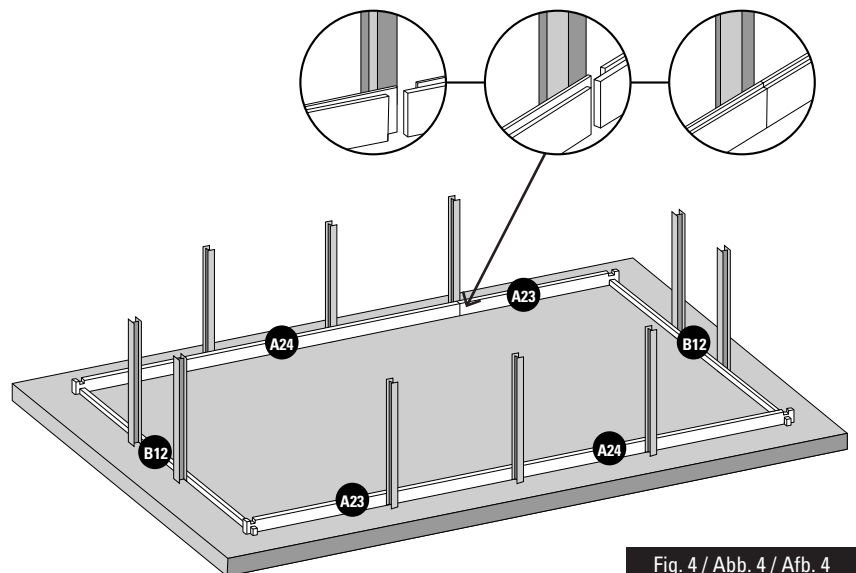

Fig. 4 / Abb. 4 / Afb. 4
**INSTALLATION OF THE FIRST LAYER OF BOARDS:** • Build the first layer placing boards (A23), (A24) and (B12) as shown by figure 4. • Adjust the shape of the pool using the inside dimensions indicated in the installation diagram (see page 44). • The drawing shows the inside dimensions of the pool for the different opposing diagonals. After having installed the first layer, you should check the inside dimensions of the pool.
**POSITIONNEMENT DE LA 1ÈRE RANGÉE DE MADRIERS :** • Constituez la première rangée, en disposant les madriers (A23), (A24) et (B12) comme indiqué sur la figure 4. • Ajustez la forme de la piscine en vous aidant des dimensions intérieures indiquées sur le plan d'implantation (Voir page 44). • Le plan donne les dimensions intérieures du bassin pour les différentes diagonales opposées.
**POSITIONIERUNG DER ERSTEN REIHE VON BRETTERN:** • Errichten Sie die erste Reihe, indem Bretter (A23), (A24) und (B12) platzieren, wie Abb. 4 zeigt. • Passen Sie die Form des Pools an, indem Sie die angezeigten Innenmaße verwenden, die in der Einbauzeichnung (Siehe Seite 44) aufgeführt sind. • Die Zeichnung zeigt die Innenmaße des Pools für die verschiedenen gegenüberliegenden Diagonalen.
**PLAATSING VAN DE EERSTE RIJ PLANKEN:** • Construeer de eerste rij door het plaatsen van planken (A23), (A24) en (B12) zoals te zien is op afbeelding 4. • Plan de vorm van het zwembad aan waarbij u gebruik maakt van de interne afmetingen die zijn aangegeven op het montageplan (Zie pagina 44). • Het plan geeft interne afmetingen van het zwembad aan voor de verschillende tegenover elkaar liggende diagonale lijnen.